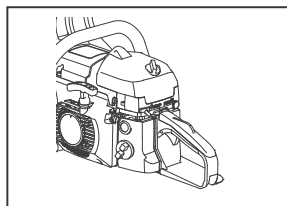

Figure 15
2. Mettre l'interrupteur en position d'arrêt (figure 15).